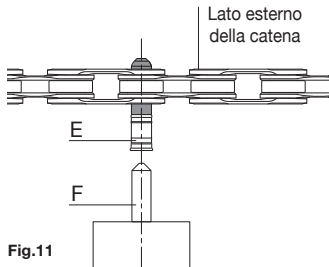

Fig.11
- Verificate che la punta conica dello spintore (F) (**Fig. 11**) sia in asse con il centro della bussola **ULTRA-LINK 5-CN-SR700** (E) (**Fig. 11**).